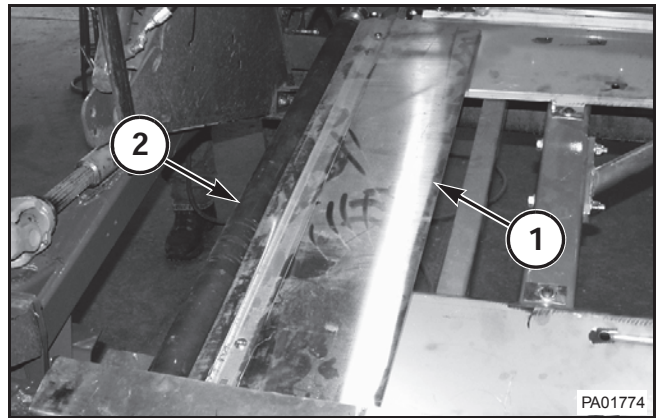

FIG. 33
FIG. 33: Ajuste el raspador del rodillo de la lona (draper) (1) hasta que haya una holgura de 8 a 10 mm (0,31 a 0,40 pulg.) entre el raspador y el rodillo de la lona (draper) (2). Mida la holgura en cada extremidad del raspador.